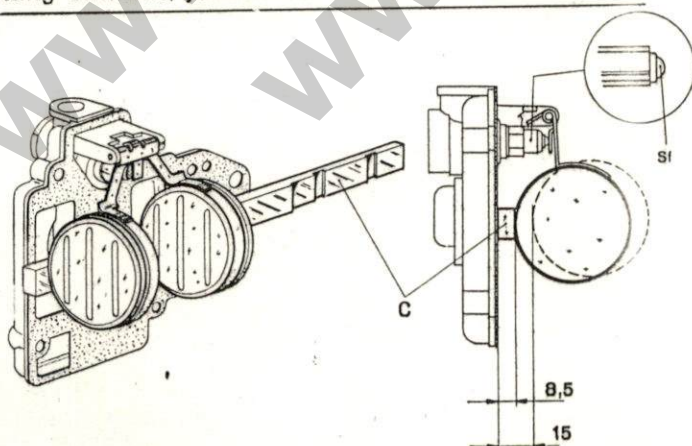

ABB. 44
a) Lehre **C** - Abb. 44 - wobei darauf zu achten ist, dass die Kugel der gefederten Nadel nicht eingedrückt wird. Im allgemeinen wird die Deckeldichtung entfernt, jedoch nur dann, wenn der Schwimm-